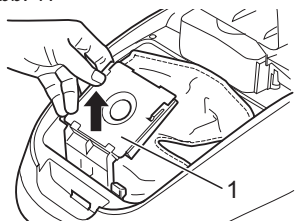

Abb. 18
3. Ziehen Sie den Staubbeutelhalter samt Staubfilterbeutel (Abb. 18/1) nach oben heraus (Abb. 18).